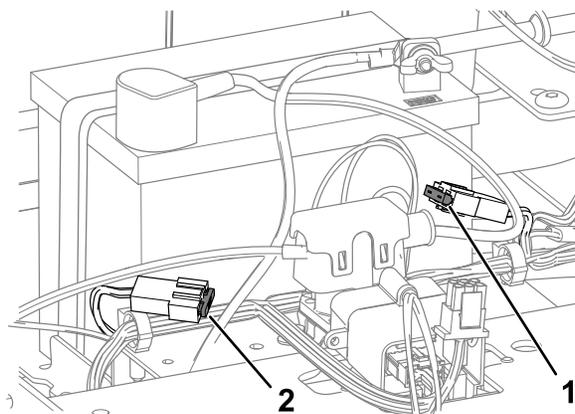

Рисунок 51
4. Чтобы заменить предохранитель, вытяните его из разъема (Рисунок 51).